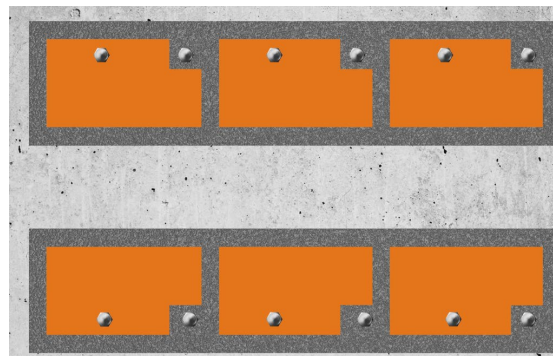

Figure 1 – Exemple de plan de calage
- S'assurer de la disponibilité d'un plan de calage pour la machine indiquant les emplacements des cales et des boulons à l'intérieur de la digue. Un exemple de plan de calage est présenté dans la Figure 1.